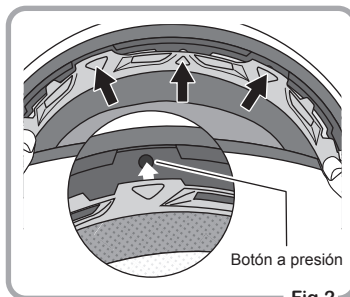

Fig.2
- ② Inserte los 3 botones a presión delanteros según se muestra en la Fig.2.